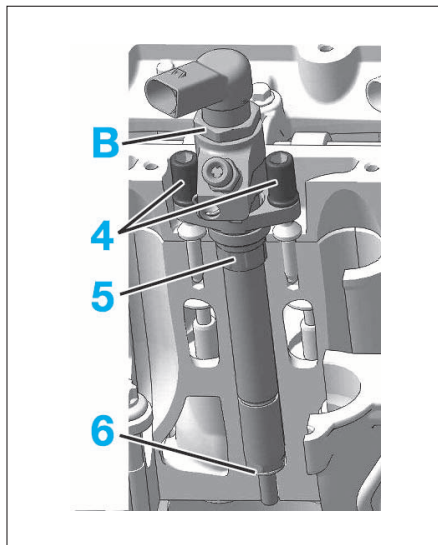

FIG. 40
- Déposer (Fig.40) :
- les écrous (4)
- les bagues de centrage (5)
- les joints cuivre (6).